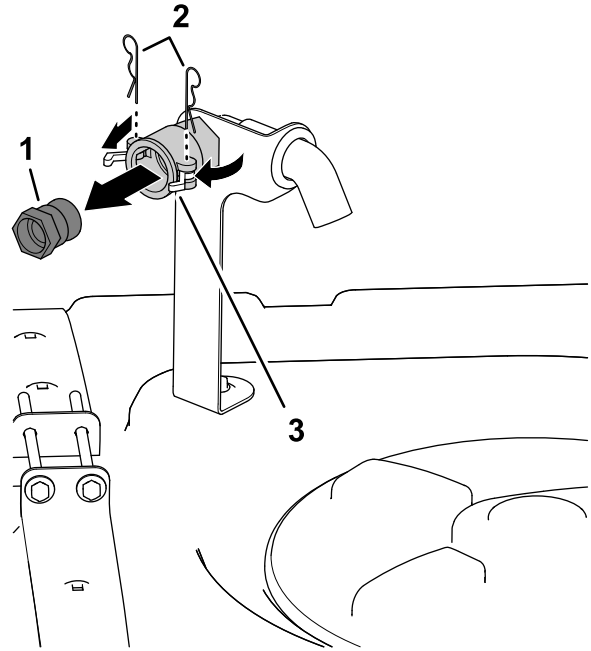

Figura 4
i fermi del disaccoppiamento rapido per il connettore di riempimento di non ritorno (Figura 4).
2. Ruotate i fermi per aprirli e sbloccare il raccordo a disaccoppiamento rapido dal disaccoppiamento rapido (Figura 4).
3. Rimuovete il raccordo a disaccoppiamento rapido dal disaccoppiamento rapido (Figura 4).
4. Chiudete i fermi e montate le forcelle nelle flange del disaccoppiamento rapido (Figura 4).